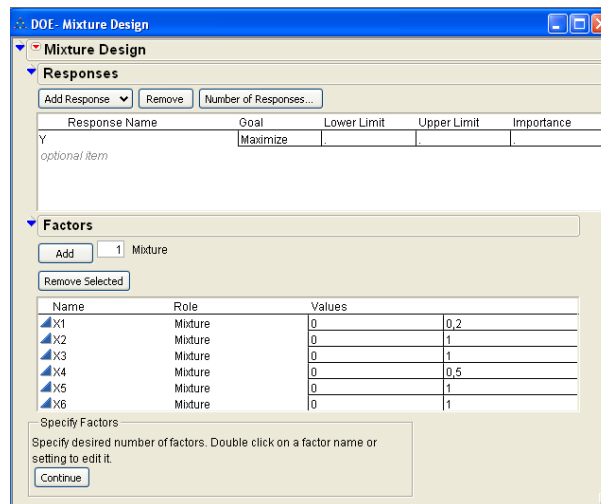

Figure 1 : Fenêtre "DOE-Mixture Design"
- ☞ Cliquer sur DOE du menu principal et dans le menu déroulant qui s'ouvre choisissez "Mixture Design". Vous obtenez la fenêtre "DOE-Mixture Design" (Figure 1).